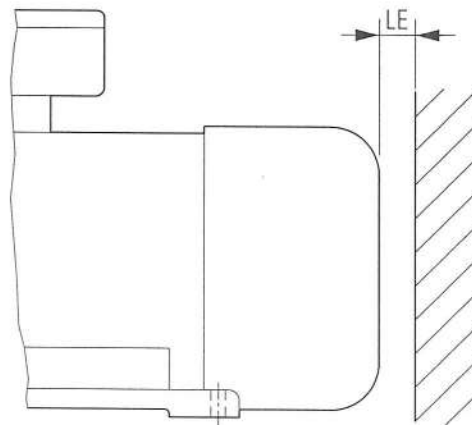

Abbildung 2: Mindestabstand von Hinderniss zu Luft-eintrittsöffnung
Luft Eintritt und -austritt der Lüfterhaubedürfen dürfen nicht behindert sein, da sonst die Erwärmung über die zugelassene Temperaturklasse steigt, sowie die Lebensdauer der Wicklungs Isolation verkürzt wird (→ Abb. 2 und → Tabelle 2).
Tabelle 2: Mindestabstand (LE) eines Hindernisses von der Luft-eintrittsöffnung, siehe Abb. 2.